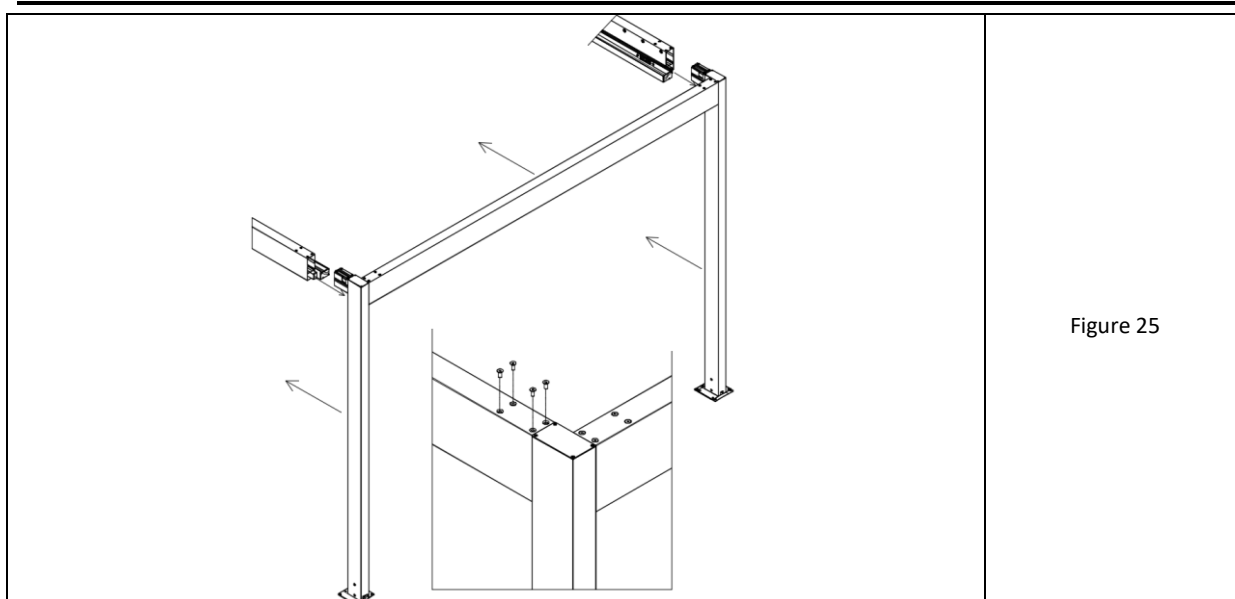

Figure 25
6. Glissez le cadre composite avec les os dans les chambres aux extrémités des poutres longitudinales soutenues (fig. 25). Veillez à ce que le profilé d'écoulement droit des poutres longitudinales soit inséré dans la fenêtre découpée dans le poteau sous les os.
7. Tordez les joints d'angle par le haut (détail de la figure 25) - comme au point 3.